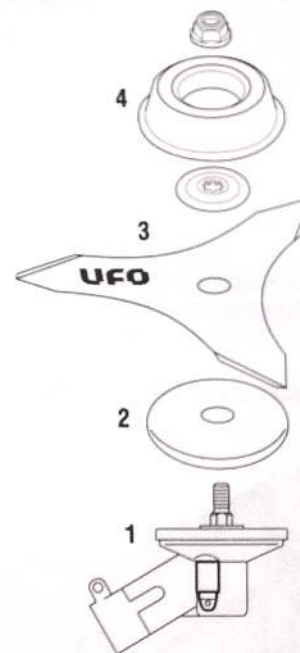

Рис. 9
1. Установите все части в последовательности, показанной на рис. 9.
3. Крепко затяните фиксирующую гайку (Рис. 9) ПРОТИВ ЧАСОВОЙ СТРЕЛКИ, удерживая стопор.